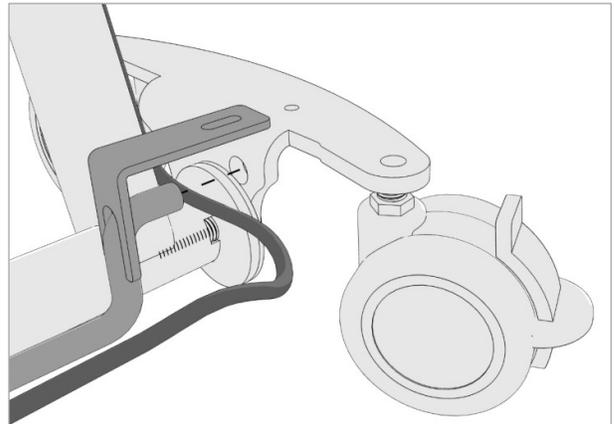

Figure 8.7
3. Insérer la barre murale dans l'orifice de fixation du support de roulette. Veiller à ce que le câble d'alimentation soit acheminé sous la broche de positionnement, tel qu'illustré sur les Figure 8.7 et 8.8.